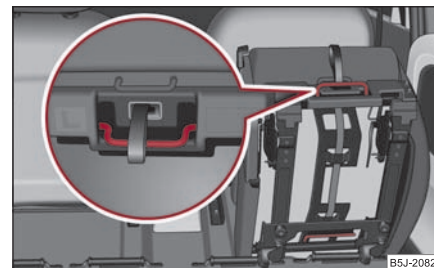

Fig. 70 Mânerul de pe suprafața de ședere
- Scoateți scaunul, de mânerul de pe suprafața de ședere ⇒ pagina 69, fig. 70.